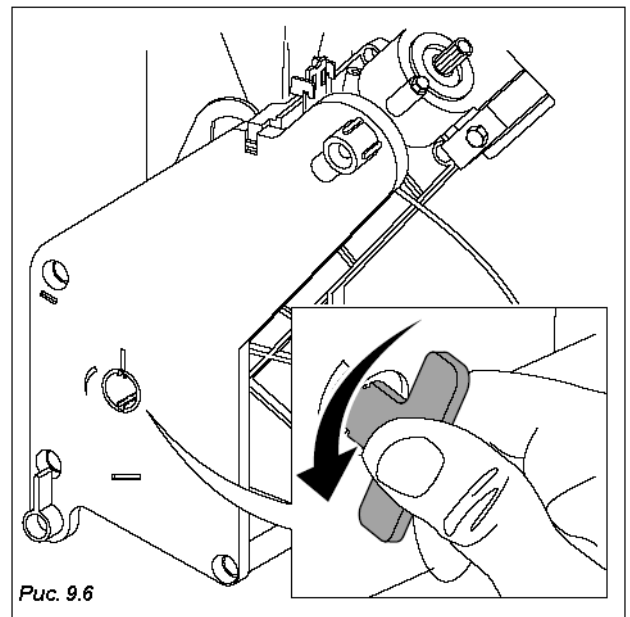

Рис. 9.6
- удалите все остатки молотого кофе; для удобства чистки следует снять кожух (Рис. 9.6).